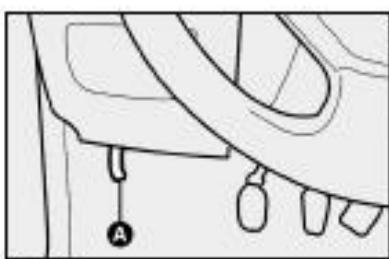

fig. 104
- 1) puxar a alavanca A-fig. 104.